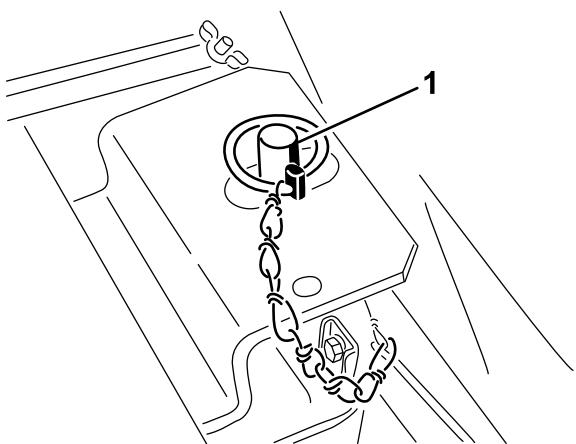

Bild 11
8. Nehmen Sie die Sitzstützstange heraus und drehen Sie diese nach unten. Drehen Sie den Sitz nach unten und drücken Sie den Klappstecker durch Bolzen am Sitzriegel. Legen Sie das Drahtende des Stifts über den Riegelbolzen (Bild 11).